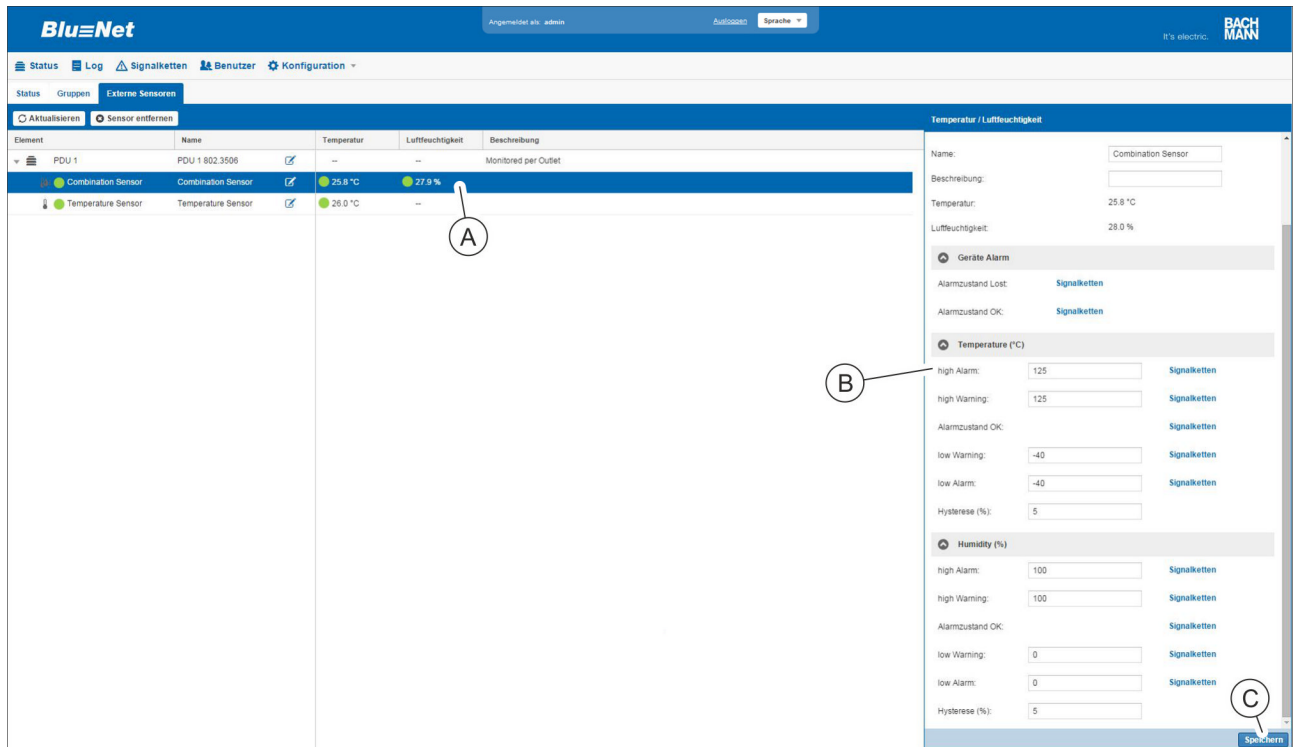

Abb. 136: Menü "Status" – Registerkarte "Externe Sensoren"
5. In der Registerkarte "Externe Sensoren" den gewünschten Sensor auswählen (Abb. 136/Ⓐ).
⇒ Rechts am Rand öffnet sich die Detailansicht (Abb. 136/Ⓑ).